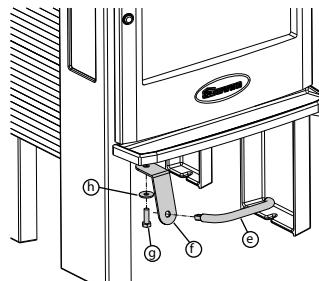

Fig. 6 Montering av kaldhåndtak
7. Husk ovnskitt til lokk og røykrør. Under monteringen bør overflødig kitt fjernes med en fuktig klut før det tørker. Monter betjenings-håndtaket som vist på fig. 6.